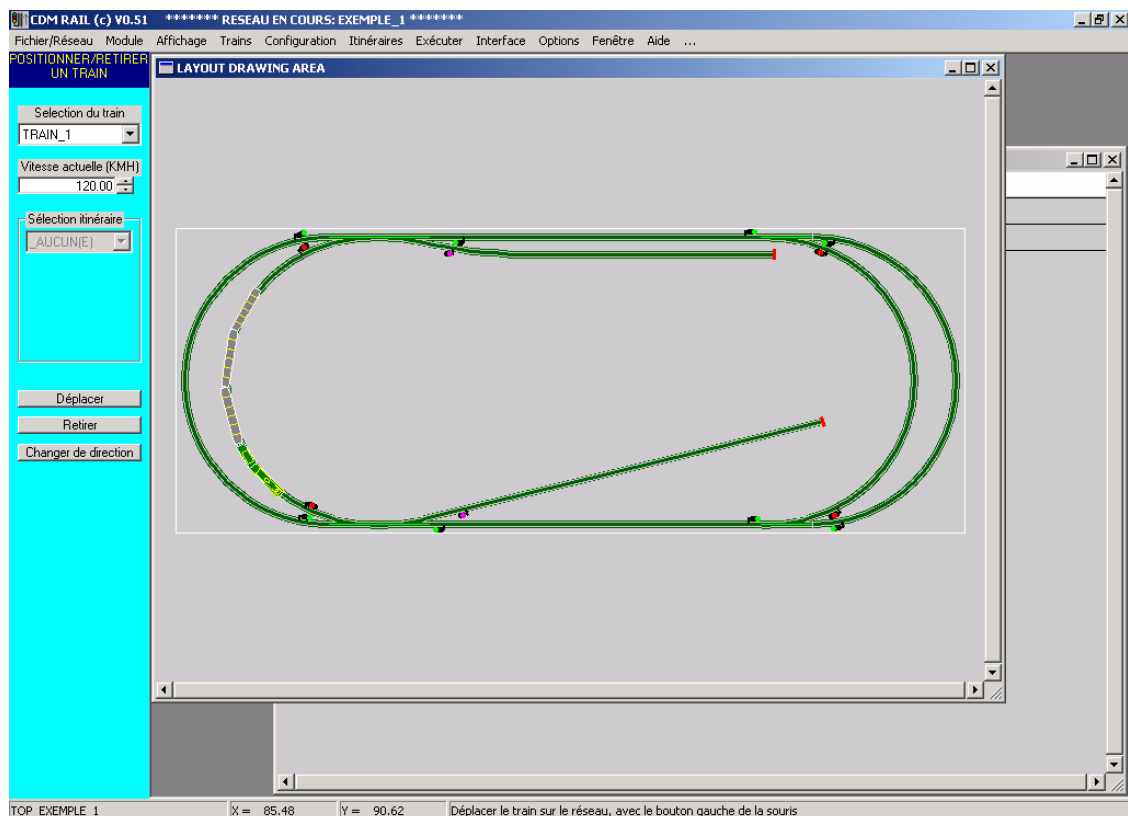

Figure 8-11 Positionnement correct de TRAIN_1 après confirmation de changement de sens.
Le train, cette fois se positionne correctement, comme le montre la figure 8-11.
- Cliquer avec la souris sur la même courbe où se trouve TRAIN_1 (figure 8-11), au-dessus du dernier wagon, et au-dessous du signal supérieur.